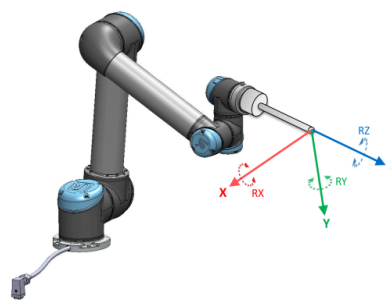

Figura 16.2: Recurso de Ferramenta (TCP)
- O Recurso Ferramenta está localizado com origem no centro do TCP atual (consulte a figura 16.2)